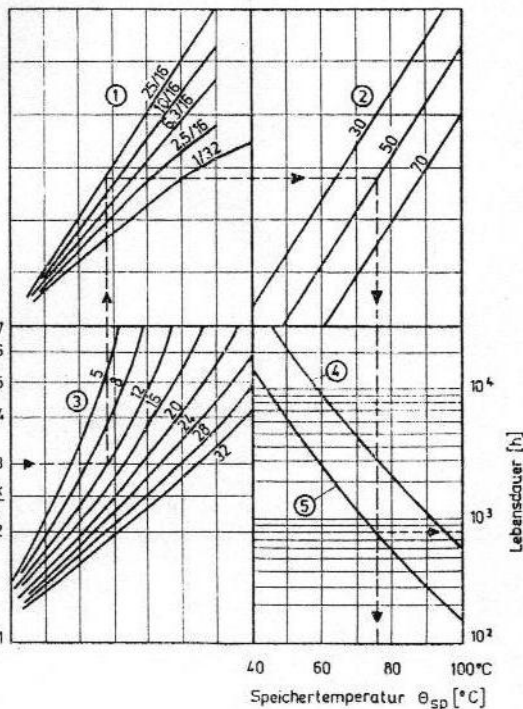

Abb. 3 Speichertemperatur und Lebensdauer der Gummiblase
(Temperatur im Gasraum) Ermittlung der Speichertemperatur nach Abb. 3
Erläuterungen zu Abb. 3	(1) Nenngröße [dm 3 ]
(2) Fluidtemperatur $\theta_1$ [°C]
(3) maximaler Betriebsdruck $P_{b,max}$ [MPa]
(4) Nenngröße 1 und 2,5
(5) Nenngröße 6,3 bis 25